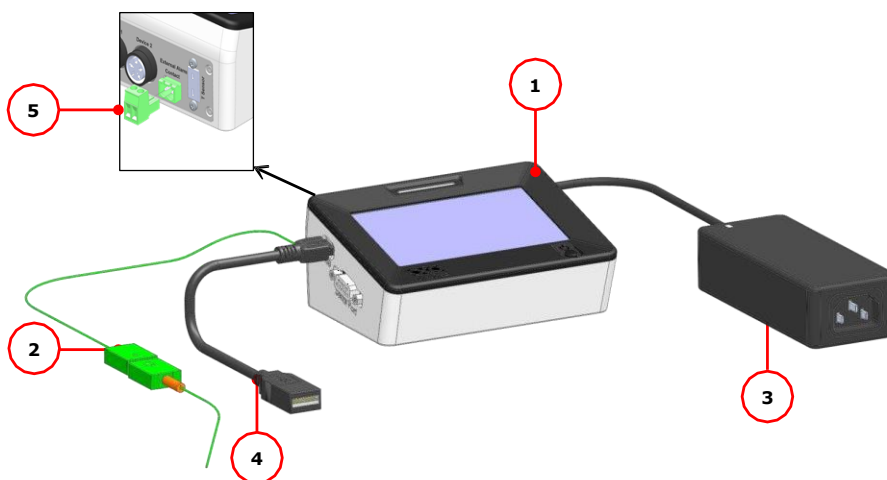

Figura 1. Componentes del CONTROLADOR-H401-T.
- 1 **Controlador.** Controlador de temperatura de doble canal. Véase el indicador 1 en la figura 1.
- 2 **Sensor T.** Termopar sumergible de calibre fino, que puede utilizarse para calibrar los dispositivos calefactores conectados al controlador y para medir la temperatura, cuando sea necesario. Véase el indicador 2 en la figura 1.
- 3 **Alimentador y cable de alimentación.** Alimentador de corriente de 24V CC-60 W. Véase el indicador 3 en la figura 1.
- 4 **MINI-USB-OTG.** Cable mini USB OTG para conectar una unidad USB al CONTROLADOR-H401-T para la descarga de datos. Véase el indicador 4 en la figura 1.
- 5 **Terminal atornillado de alarma.** Alarma de cierre de contacto. Véase el indicador 5 en la figura 1.